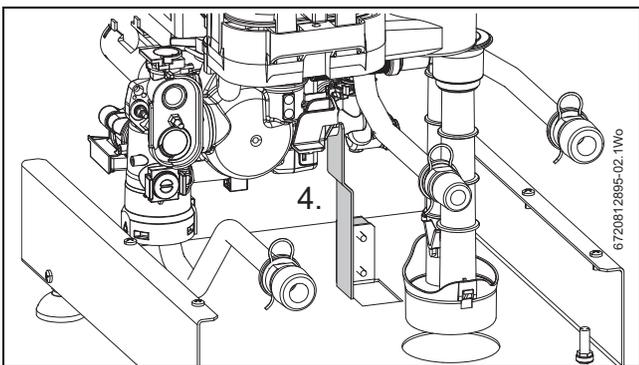

Bild 3 Pumpenhalterung
- ▶ Sicherstellen, dass der Hydraulikblock auf der Pumpenaufhängung sitzt, siehe Abb. 3.